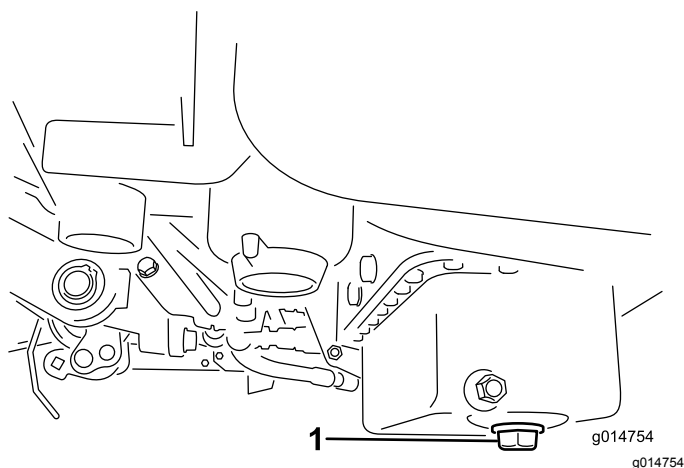

Figura 45
1. Retire el tapón de vaciado y deje fluir el aceite a un recipiente apropiado. Cuando el aceite deje de fluir, coloque el tapón de vaciado (Figura 45).